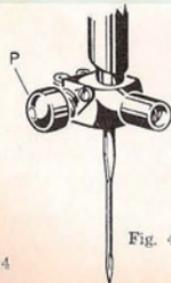

Fig. 4
- premere il pulsante « P » (fig. 4);